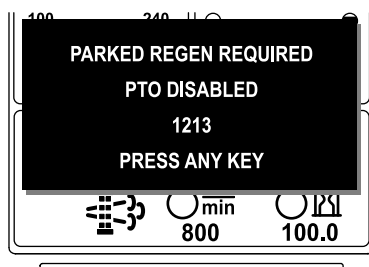

Figura 48
- Se non eseguite una rigenerazione parcheggiata entro 2 ore, l'InfoCenter visualizza il messaggio di richiesta della rigenerazione parcheggiata e di disabilitazione della presa di forza ADVISORY #1213 (Figura 48).